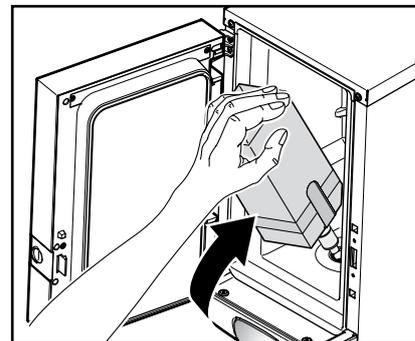

Abb. 20
7. Setzen Sie die Produkt-Packung ein. (Abb. 20)